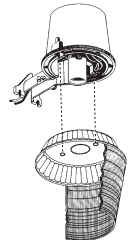

Fig. 3
Paso 10: Sujete el ensamblaje del vidrio al alojamiento utilizando los 2 tornillos (G) y (2) arandelas (K) suministrados (Fig. 3).